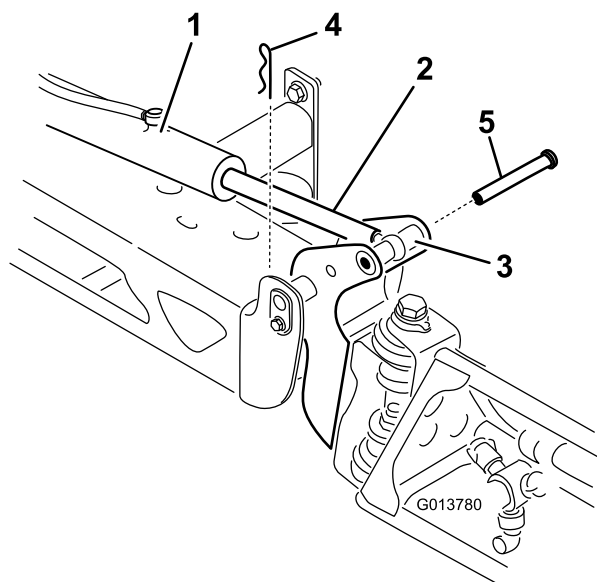

Figura 74
2. Retire o gancho do passador de forquilha (Figura 74).
3. Eleve a secção, retire o passador de forquilha e lentamente baixe a secção para o solo (Figura 74).
7. Enquanto sustenta a secção de pulverização, insira o passador de forquilha através tanto da articulação da rampa como da barra do acionador (Figura 74).